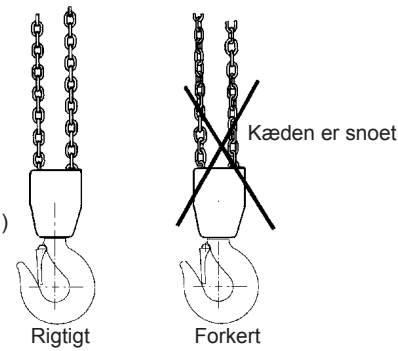

Fig. 3 Kæden må ikke være snoet
- Lastkæden må ikke have kinker eller være snoet. Ved 2- eller flerparts taljebud er der risiko for, at kæden kan blive snoet, ved at underblokken kommer til at smutte gennem kædesøjfen – typisk ifm. ommontering eller flytning af kædetaljen mellem forskellige arbejdssteder. Se fig. 3.